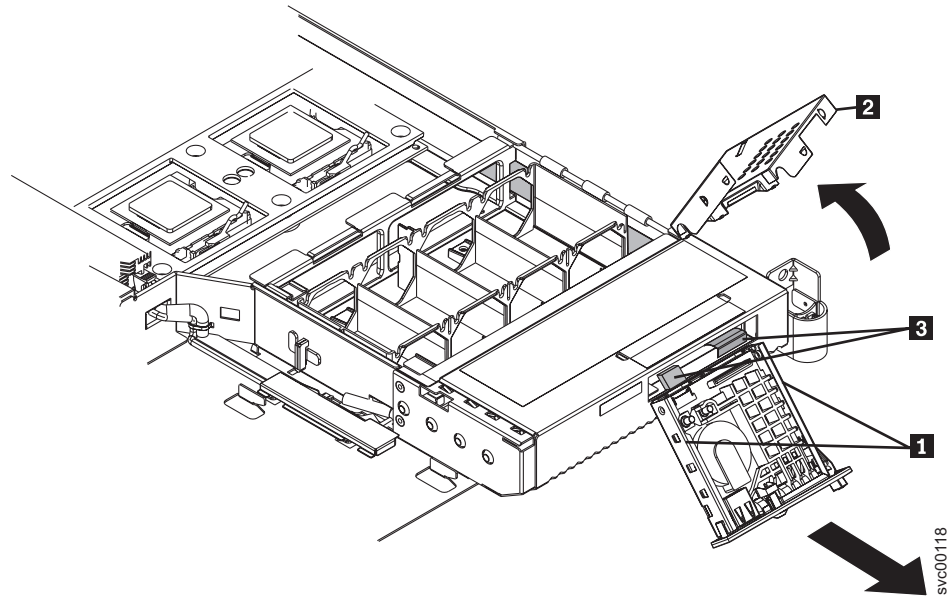

図 119. オペレーター・パネル表示装置が見える SAN ボリューム・コントローラー 2145-8F2
5. 小さなねじ回しを使用して、オペレーター・パネル表示装置アセンブリーの側面にある保持スプリング **1** を押し込みます。387 ページの図 119 を参照してください。